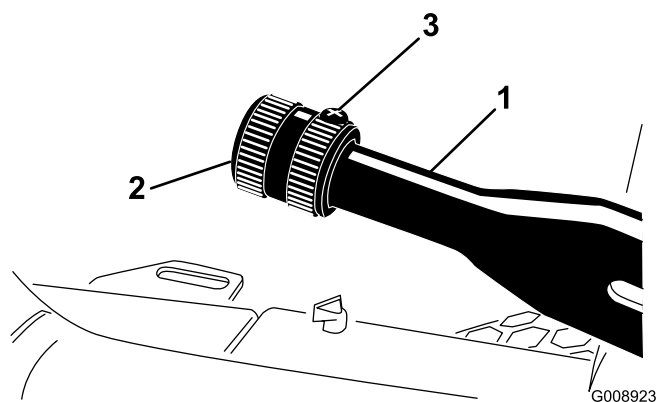

Рисунок 54
1. Ослабьте установочный винт, который крепит ручку к рычагу стояночного тормоза (Рисунок 54).